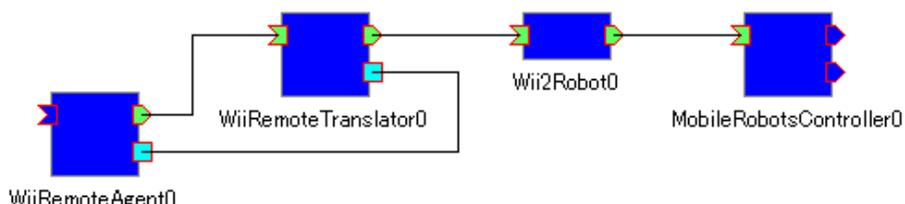

図 4. 接続例
- (エ) NameServiceView に④, ⑤で起動したモジュールが表示されていることを確認してください。
- (キ) 図 4 の接続例のようにアイコンを接続します。